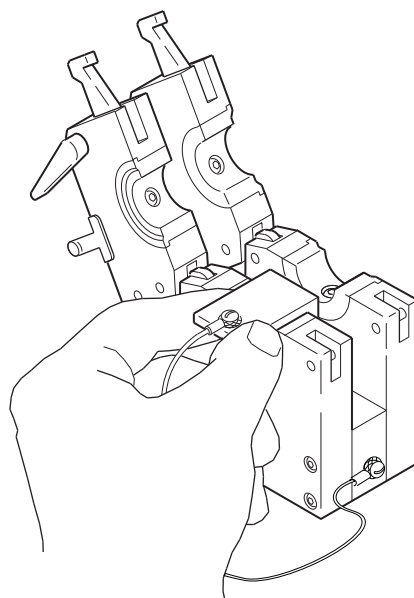

図 14：センタリング・ゲージをセットする
1. チューブ用フィクスチャー・ブロックの片側にセンタリング・ゲージをセットします。センタリング・ゲージはコレットの幅全体にかかっている必要があります。図 14 をご参照ください。